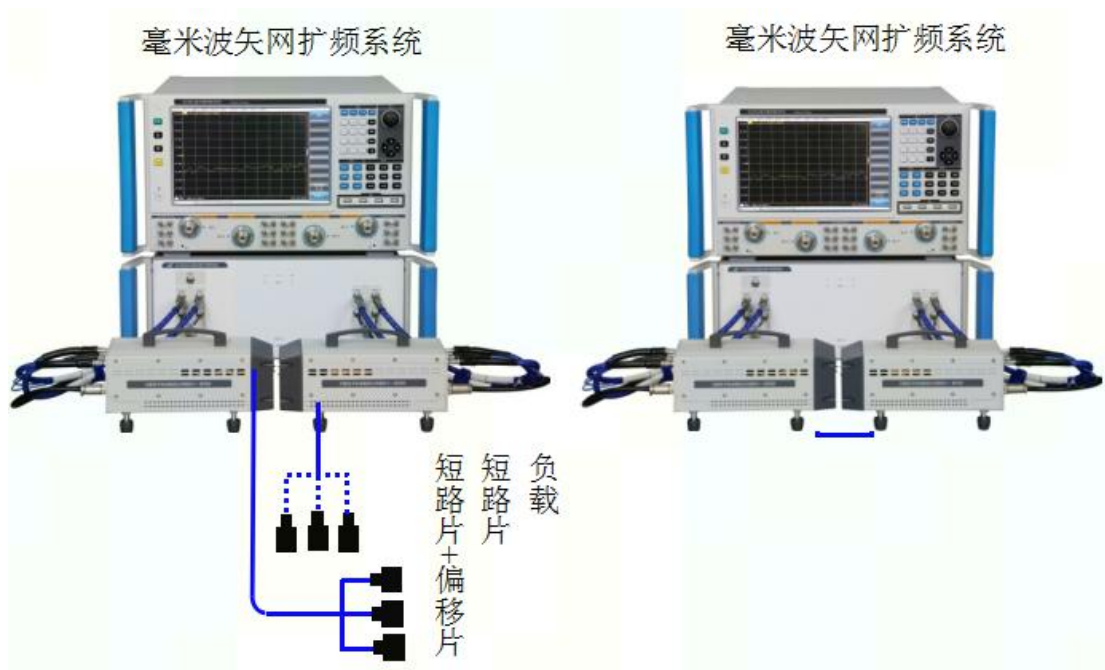

图 7.5 有效负载匹配和传输跟踪测试框图一 图 7.6 有效负载匹配和传输跟踪测试框图二
- 1) 如图 7.5 所示连接系统，预热 30 分钟以上。
- 3) 按照仪器提示如图 7.5 和图 7.6 所示连接完成端口 1 和端口 2 之间的全双端口 SOLT 校准，校准顺序为先进进行反射校准，后进行直通校准。